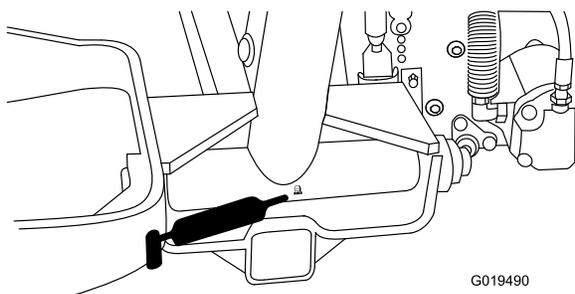

Figura 46
- Pivote del brazo de elevación (3) (Figura 46).